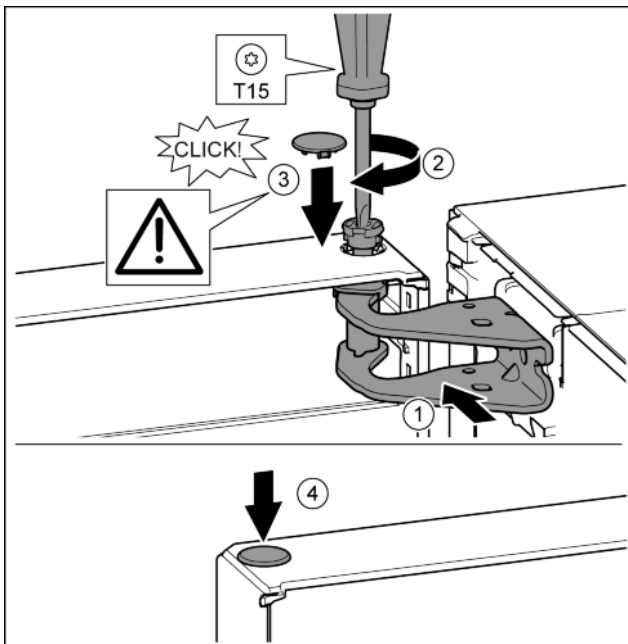

Fig. 18
- ▶ Dvere hore vyrovnať s otvorom v ložiskovej konzole. Fig. 18 (1)
- ▶ Vložte čap a pevne ho priskrutkujte skrutkovačom T15. Fig. 18 (2)
- ▶ Namontujte poistný kryt pre poistku dverí: Nasadíte poistný kryt a skontrolujte, či prilieha ku dverám. Inak čap vložte úplne. Fig. 18 (3)
- ▶ Nasadíte zátku. Fig. 18 (4)